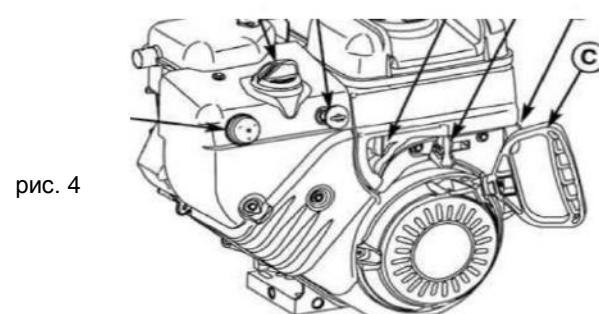

рис. 4
- Правильно возьмите ручку стартера (рис. 4) и медленно натяните веревку до некоторого сопротивления. Затем сильно и быстро дерните. Не допускайте, чтобы рукоятка стартера отскочила назад - плавно верните ее на место, крепко удерживая.